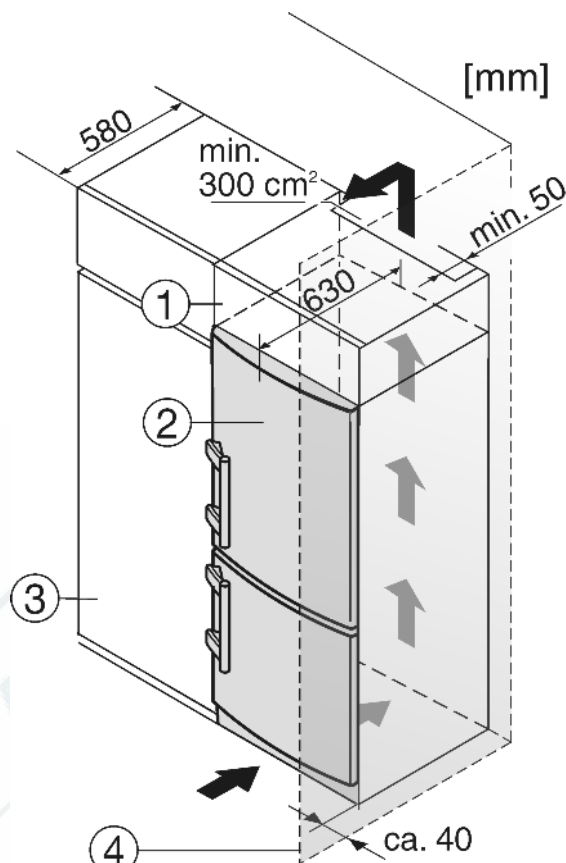

Fig. 13
(1) Дополнительный шкафчик
(2) Устройство
(3) Кухонный шкаф
(4) Стенка
Устройство может быть окружено предметами кухонной обстановки. Чтобы уравнивать устройство Fig. 13 (2) по высоте с кухонной стенкой, можно установить над устройством соответствующий дополнительный шкафчик Fig. 13 (1).
При комбинировании с обычными кухонными шкафами (глубина макс. 580 мм) устройство можно установить непосредственно рядом с кухонным шкафом Fig. 13 (3). Дверь устройства выступает по сторонам на 34 мм и по центру устройства на 50 мм относительно передней стенки кухонного шкафа. Поэтому ее можно свободно открывать и закрывать.
Если устройство установлено на шарнирах у стены Fig. 13 (4), то расстояние между устройством и стеной должно быть не менее 40 мм. Настолько выступает ручка при открытой дверце.